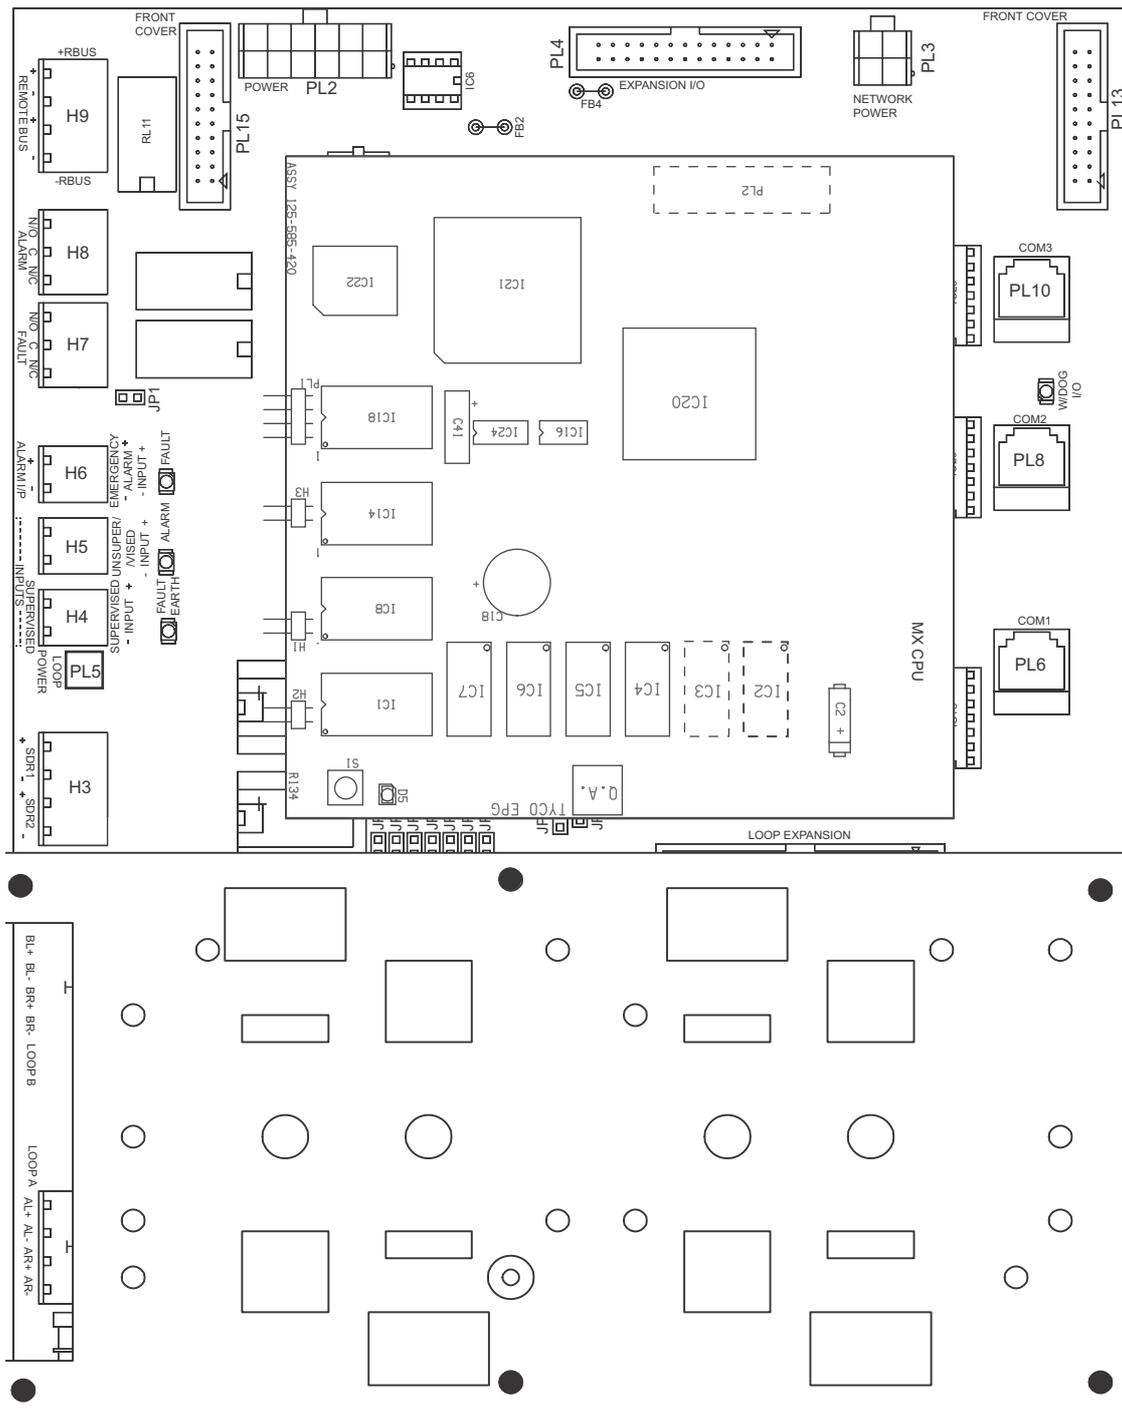

Fig. 24: Posizione dei fori per la piastra di montaggio ausiliaria sul FIM (in nero - riutilizzare i fori)
- 1 Rimuovere le viti di montaggio del FIM nelle posizioni indicate nella fig. 24 a pagina 33.